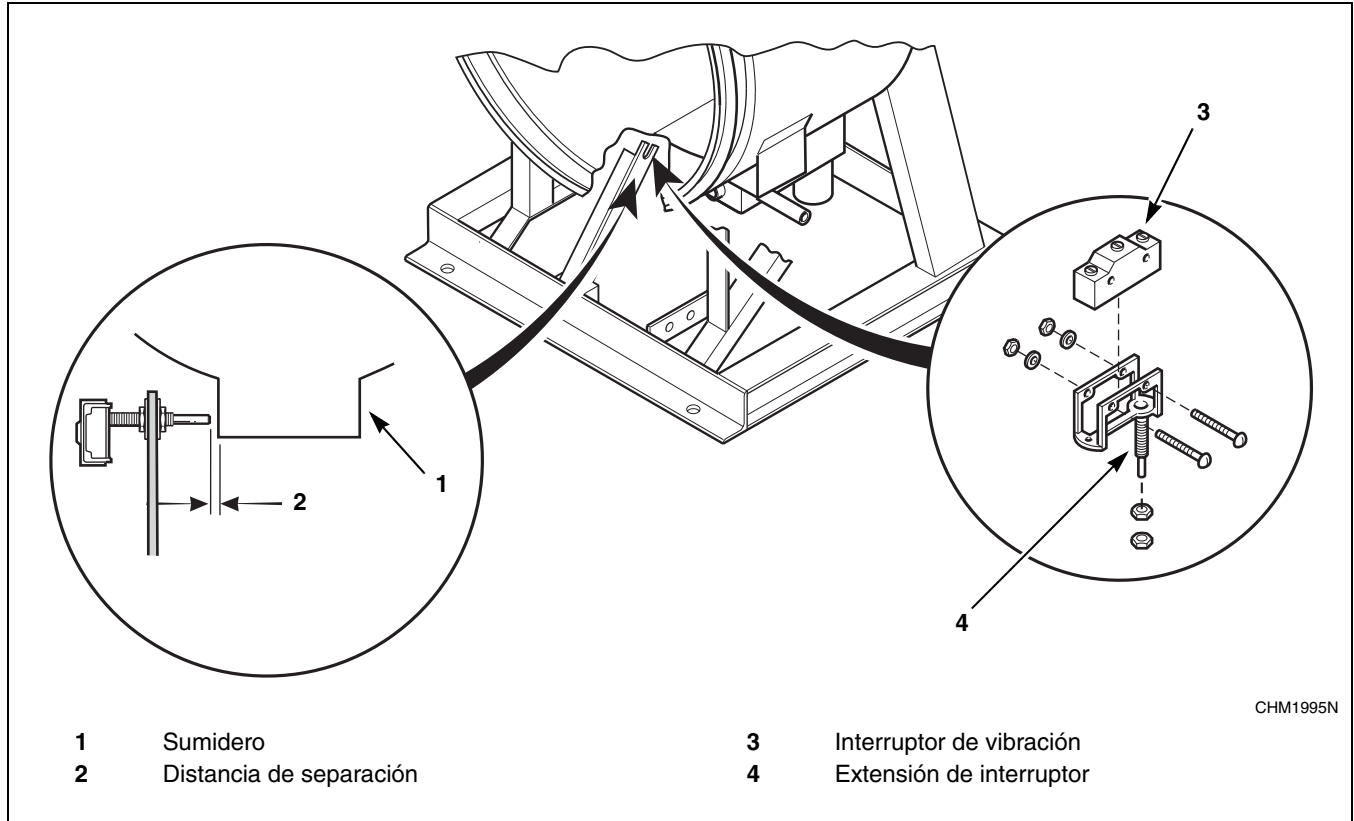
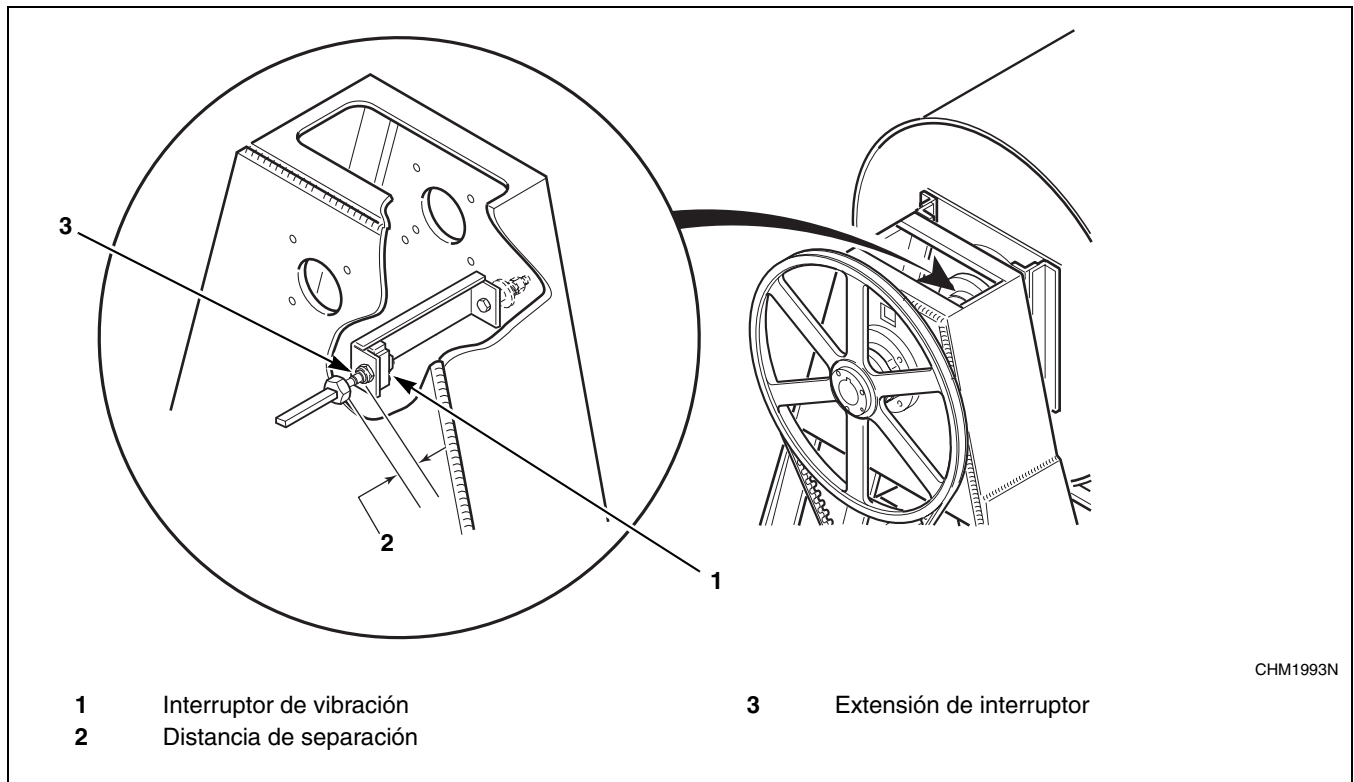

Figura 35
Figura 39
Después de que la máquina haya sido instalada correctamente, la separación del interruptor de vibración deberá ser medida antes de realizar la Prueba de función de control. Localice el espacio que se encuentra entre el interruptor de vibración y la estructura de la máquina. Consulte las *Figura 35* a *Figura 39*. Para comprobar el ajuste de separación del interruptor, proceda de la siguiente manera:
1. Retire el panel frontal en modelos 18-50. Retire el panel posterior en modelos 60-80. Retire la cubierta superior en el modelo 125. El interruptor puede verse en el interior de la esquina inferior derecha del bastidor en A, montado en un soporte. Consulte las *Figura 35* a *Figura 39*.